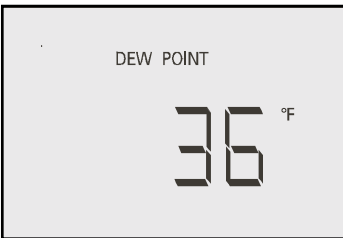

Fig. 2
5.1.4 Pour afficher le point de rosée – Appuyez sur la touche Δ. Le point de rosée est affiché en °F. (Fig. 2)